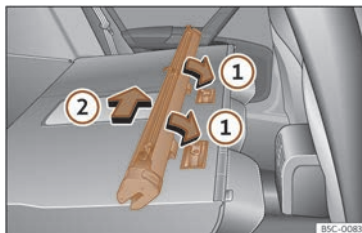

Fig. 136 Montar a rede de separación nos respaldos do asento traseiro.
- Coloque a carcasa da rede nos rebaxos dos carrís de suxeición no sentido das frechas »» **fig. 136 ①**
- Empuxe a carcasa cara ao lado esquerdo do vehículo no sentido da frecha »» **fig. 136 ②** e ata o tope.
- Tire da carcasa da rede aproximadamente 5 cm no sentido contrario da frecha »» fig. 136 ②.
- Extraia a carcasa dos carrís de suxeición tirando no sentido contrario ao das frechas »» fig. 136 ①.